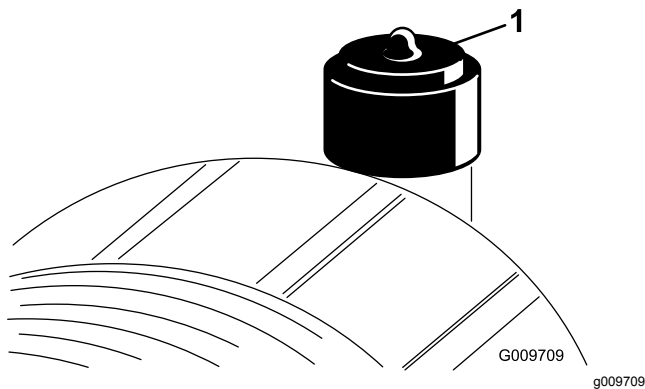

Figura 48
Revise el filtro del limpiador de aire únicamente cuando el indicador de mantenimiento (Figura 48) lo requiera. El cambiar el filtro antes de que sea necesario aumenta la posibilidad de que entre suciedad en el motor al retirar el filtro.
2. Reinicie el indicador (Figura 48) si se ve rojo.